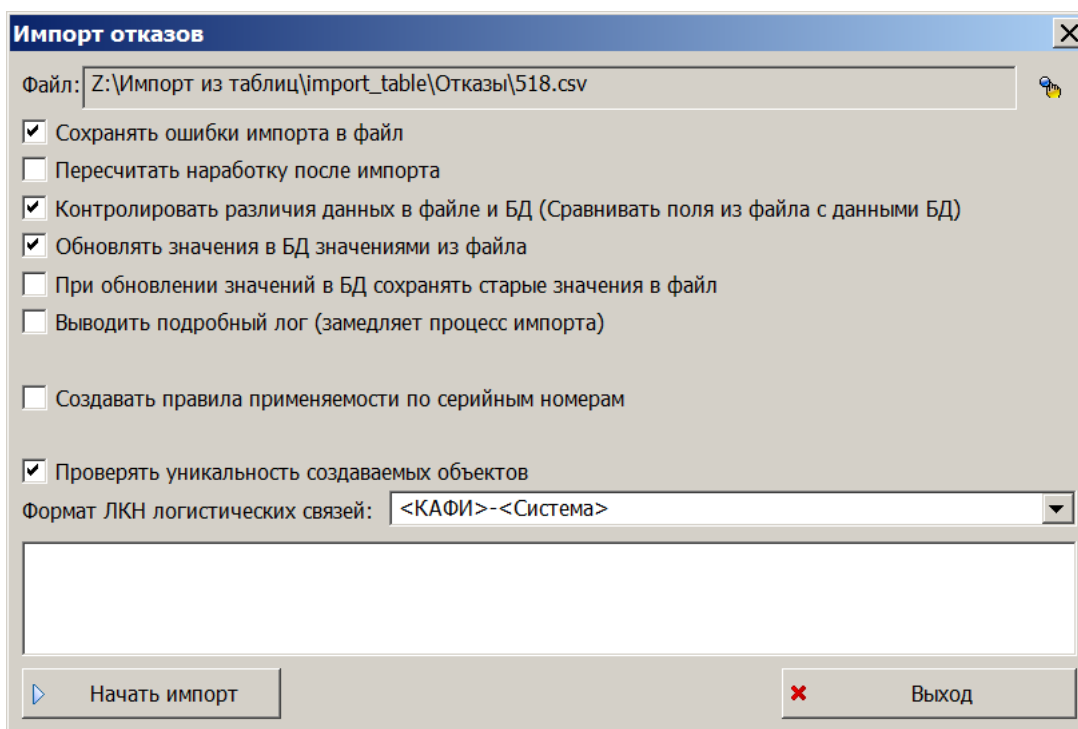

Рис. 14-58 – Диалоговое окно для импорта отказов
- 4) В диалоговом окне «Импорт отказов» выбрать файл для импорта, нажав кнопку справа от поля «Файл» (рис. 14-58).